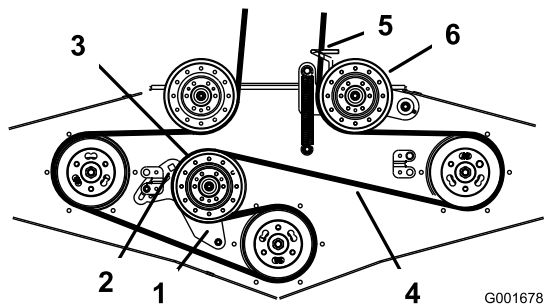

Figura 45
4. Afloje el brazo de la polea tensora fija y ajústelo para aliviar la tensión de la correa sobre la polea tensora fija (Figura 45).
6. Instale la correa nueva a través de la guía de la correa y alrededor de las poleas (Figura 45).